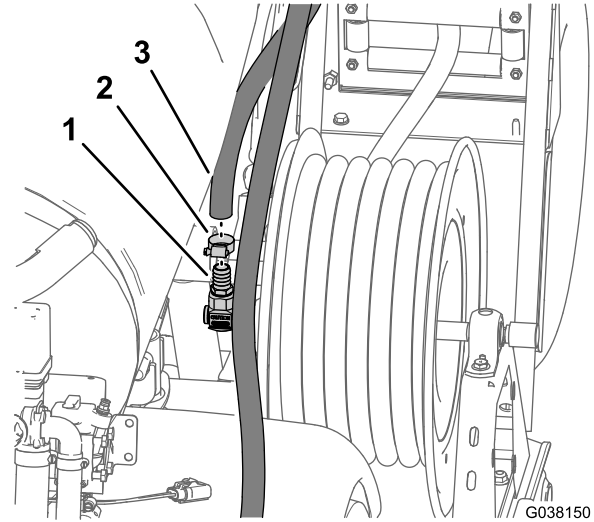

Bild 12
- Entfernen Sie die Schlauchklemme, mit der der Zulaufschlauch am gezahnten Anschlussstück am Zulaufdrehzapfen der Schlauchtrommel befestigt ist (Bild 12).
- Nehmen Sie den Zulaufschlauch vom gezahnten Anschlussstück ab (Bild 12).